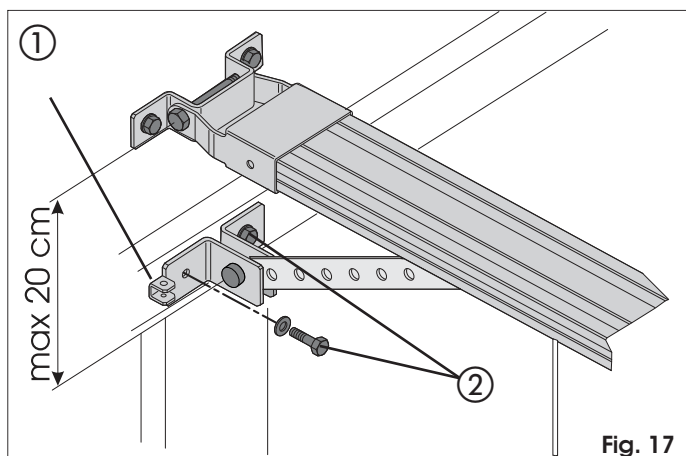
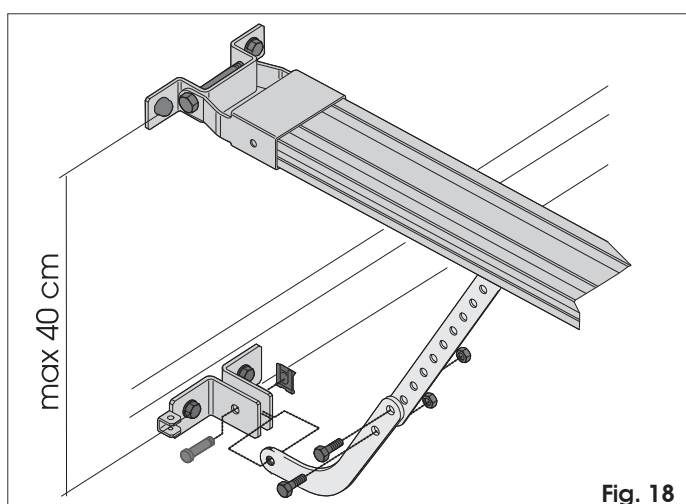

Fig. 17
Fig. 18
Die Befestigung an der Tür so positionieren, dass die Durchgangsöffnung des Entriegelungsdraths zur linken Seite des Tors hin gerichtet ist (Bez. ① Abb. 17).
- 4) Sicherstellen, dass die Distanz zwischen den Abständen der Bohrungen zur Fixierung der vorderen Befestigung und der Befestigung am Tor höchstens 20 cm beträgt (Abb. 17). Für den einwandfreien Betrieb der Automation sollten Neigungen des Arms über 30° zur Gleitführung vermieden werden. Wenn der gebogene Arm für Sektionaltore (Extra) verwendet wird, ist die Montage mit dem geraden Arm des Schlittens entsprechend den Angaben in Abb. 18 vorzunehmen. Zur Optimierung der Wirksamkeit des Quetschschuttsystems wird empfohlen, die Befestigung am Sektionaltor so weit unten wie möglich zu fixieren, ohne dabei jedoch den Abstand von 40 cm von der vorderen Befestigung des Antriebs zu überschreiten.
- 5) Anzeichnen, bohren und die Befestigung am Tor mit den Schrauben fixieren (Bez. ② Abb. 17) **NICHT** im Lieferumfang enthalten.